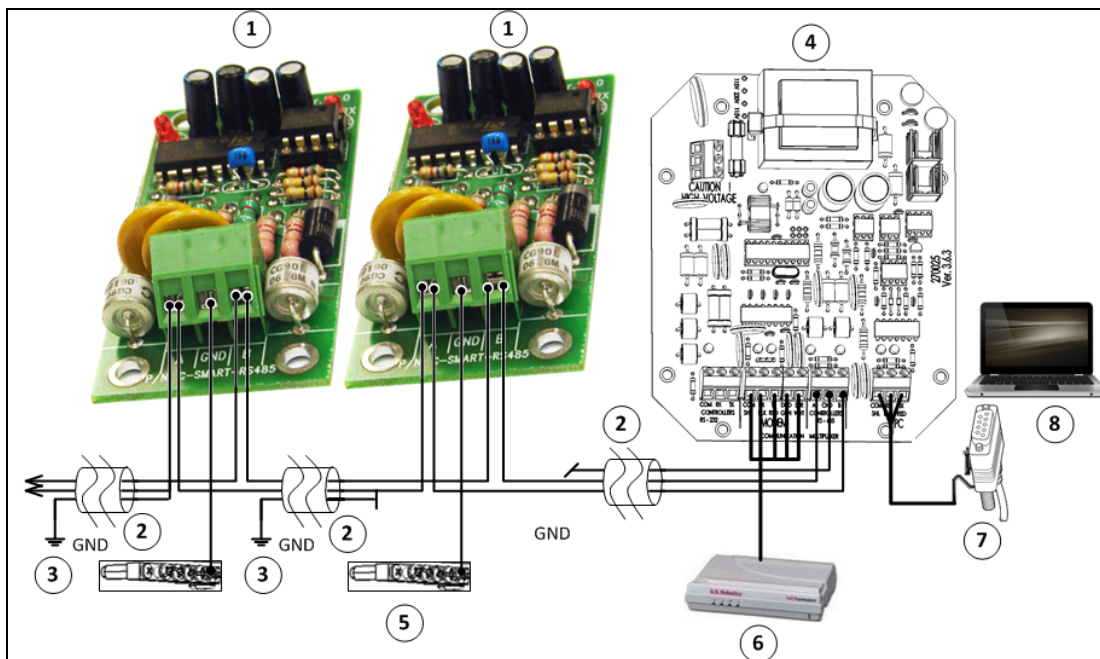

Figure 8: RS-485 Schéma de câblage communication
- Figure 8: RS-485 Schéma de câblage communication